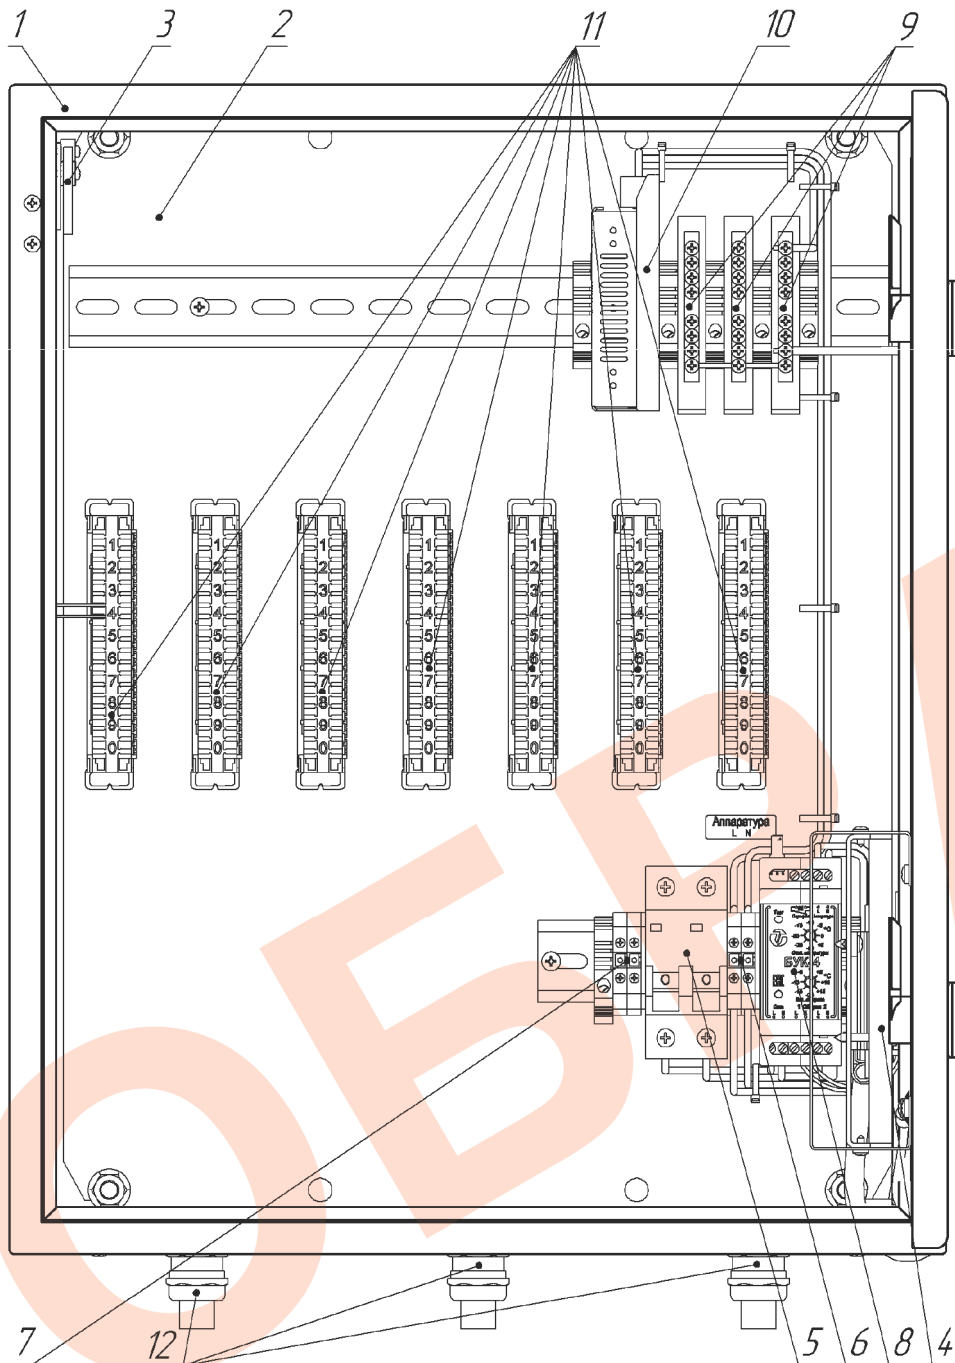

Рис. 1. Устройство термошкафа (дверь открыта на 90°)
3. Подключить тамперный контакт S2 (рис.1) к внешнему устройству сигнализации через контакты 7 и 8 (4-я пара) плиты X3.
4. Подать напряжение питания 220В AC на автомат питания, при этом фазный провод (L) соединить с контактом 1, нулевой провод (N) с контактом 3.